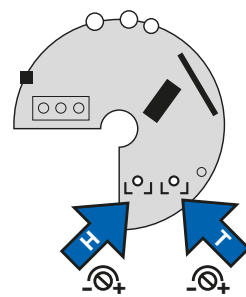
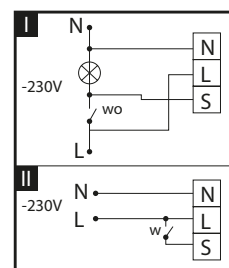

Fig.3
Fig.4
Prima dell'installazione è necessario rimuovere la parte decorativa del ventilatore, si sviti quindi la vite che si trova sul fondo del corpo del ventilatore. Il ventilatore è installato nel canale di ventilazione ed è fissato con viti per le quali sono previsti dei fori sul corpo del ventilatore (Fig.1). I ventilatori del modello base e quelli con una centralina elettronica (FT, T, HT) vengono connessi direttamente alla rete elettrica e, per fare questo, si deve aprire il coperchio sotto al quale si trovano i terminali LN o NLS (Fig. 4).
Il ventilatore si attiva automaticamente dopo l'accensione della luce (I tipo di connessione) o si accende con un interruttore (II tipo di connessione) (Fig. 4). Dopo lo spegnimento della luce o dell'interruttore, il ventilatore funziona per un certo periodo il quale è programmato tramite un regolatore (potenziometro): il periodo ha un intervallo di tempo che va dai 0 minuti ai 30 minuti (Fig. 3).
- girare lentamente in direzione della posizione "bassa umidità" il potenziometro di sinistra fino a quando il ventilatore si accende. Da questo punto il potenziometro va girato indietro di 10° e dopo circa 10-20 secondi il ventilatore si spegne. Per controllare se il ventilatore funziona correttamente, soffiare sul sensore d'umidità ad una distanza di 10 cm in modo tale che si riaccenda (Fig. 3).
Antes de la instalación es necesario quitar la parte decorativa del ventilador, y luego desenroscar el tornillo situado en la parte inferior del cuerpo del ventilador. El ventilador se instala en el conducto de ventilación y se fija con tornillos para los que hay agujeros en el cuerpo del ventilador (Fig.1). Los ventiladores del modelo básico y los que tienen una unidad de control electrónico (FT, T, HT) se conectan directamente a la red eléctrica y, para ello, hay que abrir la tapa bajo la que se encuentran los terminales LN o NLS (Fig. 4).
El ventilador se enciende automáticamente después de encender la luz (tipo de conexión I) o se enciende con un interruptor (tipo de conexión II) (Fig. 4). Después de apagar la luz o el interruptor, el ventilador funciona durante un periodo de tiempo determinado, que se programa a través de un regulador (potenciometro). El periodo tiene un intervalo de tiempo de 0 minutos a 30 minutos (Fig. 3).
- gire el potenciometro izquierdo lentamente hacia la posición "humedad baja" hasta que el ventilador se encienda. A partir de este punto, el potenciometro debe retroceder 10° y, tras unos 10-20 segundos, el ventilador debe apagarse. Para comprobar si el ventilador funciona correctamente, sople sobre el sensor de humedad a una distancia de 10 cm para que se encienda de nuevo (Fig. 3).